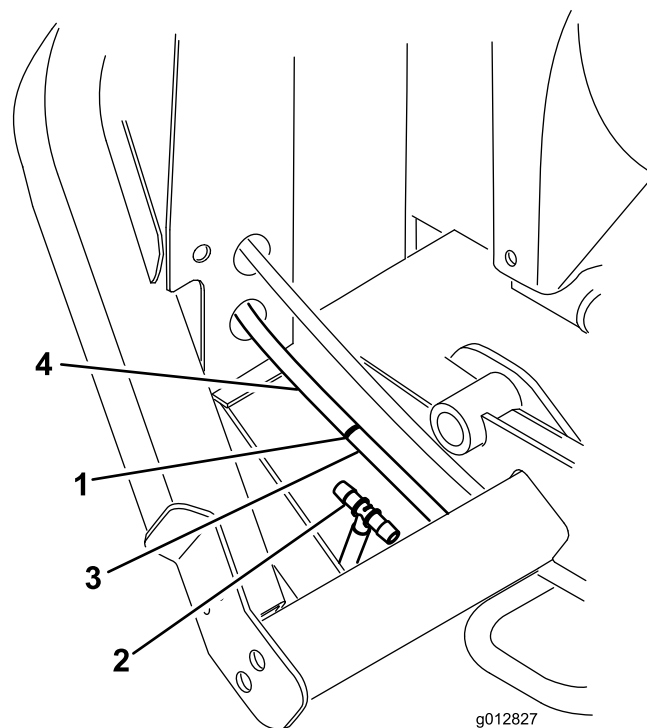

図 17
B. ラジエーターのフレームからおよそ127mmのところで戻りホースを切断する 図 17。